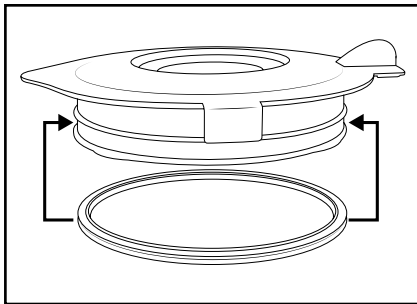

Fig. 3
- Limpie el vaso ❸ exclusivamente con un cepillo de mango largo para no cortarse con la cuchilla de corte ❹.
- Limpie el accesorio medidor ❶ y la tapa ❷ con agua jabonosa suave. Para la limpieza manual, puede desmontarse la junta de goma ❾. Asegúrese de que la junta de goma ❾ vuelva a estar bien colocada antes de volver a utilizar la tapa ❷ (fig. 3).